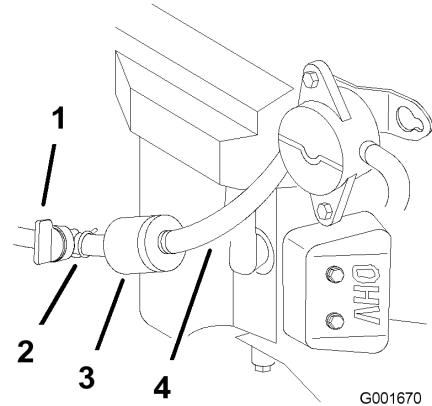

Figura 39
5. Cierre la válvula de cierre de combustible (Figura 39).
6. Apriete los extremos de las abrazaderas y deslícelas por el tubo alejándolas del filtro (Figura 39).
8. Instale un filtro nuevo y acerque las abrazaderas al filtro (Figura 39).
3. Cierre la válvula de cierre de combustible (Figura 39).
4. Afloje la abrazadera cerca del filtro de combustible y deslícela por el tubo, alejándola del filtro de combustible (Figura 39).
5. Desconecte el tubo de combustible del filtro de combustible (Figura 39).
Nota: Deje fluir la gasolina a una lata u otro recipiente apropiado (Figura 39).
7. Instale el tubo de combustible en el filtro de combustible. Acerque la abrazadera al filtro de combustible para fijar el tubo de combustible (Figura 39).